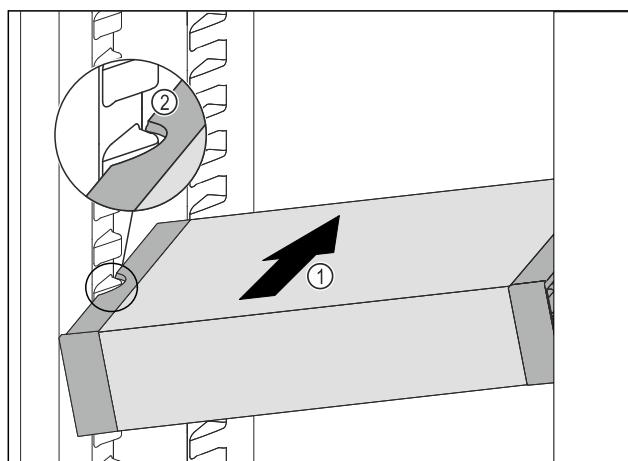

Fig. 114
- ▶ Вставити висувний ящик VarioSafe під кутом в охолоджувальне відділення Fig. 114 (1), додоки бокові поглиблення Fig. 114 (2) VarioSafe не будуть розташовуватися на рівні ребра для ємності в охолоджувальному відділенні.